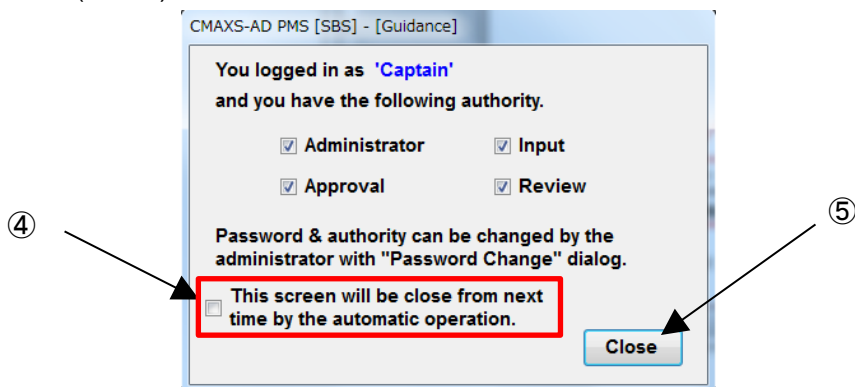

図 3-3 Guidance ダイアログ
- (3) ログインすると, "Guidance"ダイアログ(図 3-3) が表示されます。